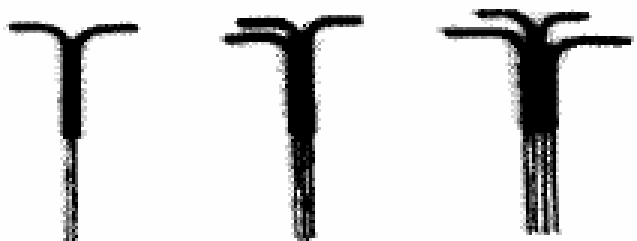

Figura 10.20
1. Remova a isolação, aproximadamente 30 vezes o diâmetro (d) do condutor, em seguida coloque-os um ao lado do outro (**figura 10.20**).